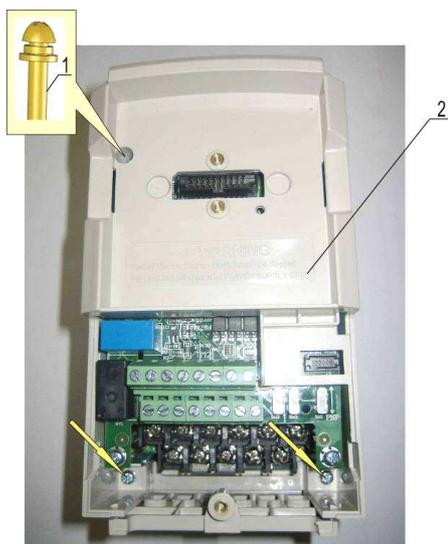

Рис. 7.24
7.8.2. Закрепить верхнюю часть корпуса 2 тремя винтами 1 (рис. 7.24).